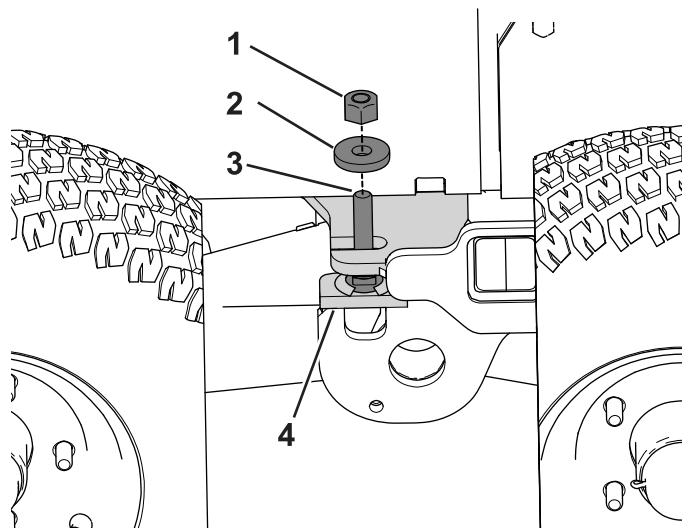

Bild 86
2. Nehmen Sie die Sicherungsmutter und Scheibe vom Gewindegelenk am Drehgestellanschlag ab und legen sie zur Seite (Bild 86).